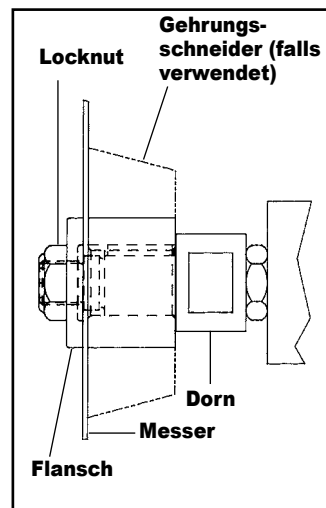

ABB. 3
- b. Langdorn (zum Schneiden und Abschrägen von PVC-Rohren) – Bauen Sie den Gehrungsschneider (kleine Kante gegenüber dem Motor) oder den Abstandhalter am Dorn (nur zum Schneiden) über dem Schlüssel am Dorn ein. Setzen Sie das Messer am Dornansatz mit $\frac{5}{8}$ " (15,9 mm) Durchmesser (Abb. 3) ein. Bauen Sie den Flansch mit der entlasteten Seite zum Messer hin ein. Schrauben Sie anschließend die Gegenmutter auf. Ziehen Sie, während Sie einen Schraubenschlüssel (im Lieferumfang) an den $\frac{7}{8}$ Flachseiten des Dorns angesetzt haben, die Gegenmutter des Dorns fest. Das Messer muss vollständig auf dem Dornansatz sitzen und bündig zu Gehrungsschneider oder Dornoberfläche liegen.